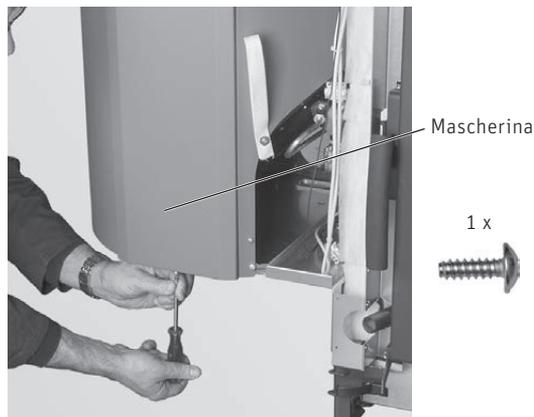

Fig. 49 Inserire la mascherina e fissare con 1 vite autofilettante
- ▶ Reinfilare la mascherina con cautela nella stiva e fissarla con 1 vite autofilettante – Fig. 49.